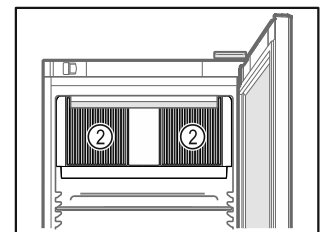

Fig. 40
- ❑ Ventilatiesleuf *Fig. 40 (2)* van de ventilator in de binnenuimte vrijhouden.